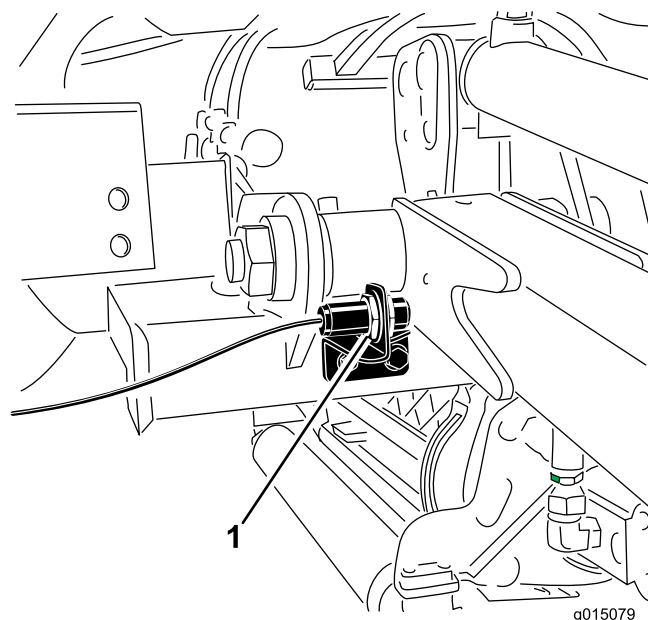

Figura 36
2. El interruptor del brazo de elevación está situado detrás del brazo de elevación delantero derecho (Figura 36).
3. Afloje los tornillos de montaje del interruptor (Figura 36) y desplace el interruptor hacia arriba para aumentar la altura de giro del brazo de elevación, o hacia abajo para reducir la altura de giro del brazo de elevación. Apriete los tornillos de montaje.